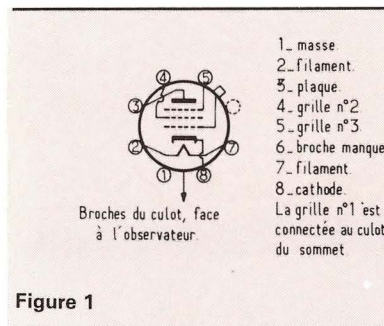
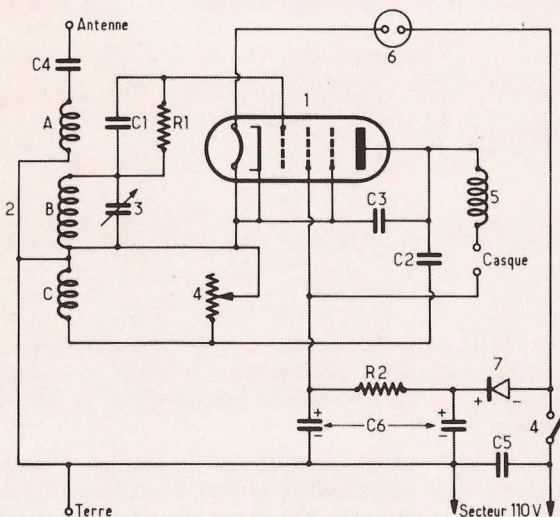

Figure 1
Figure 3
Concernant l'article sur l'amplificateur STT 3000 Merlaud paru dans notre précédent numéro (320) : Il est signalé que le seul réglage à effectuer est celui des courants de repos des amplificateurs. C'est exact, mais dans le cas du kit Merlaud les circuits imprimés sont pré-réglés et donc aucun réglage n'est à effectuer si l'on achète cet ensemble en kit. Sur la fig.1, il manque une résistance de 1k Ω dans le collecteur. L'impédance des H.P. et du casque est de 8 Ω . de Q16.
— 1) **Lampe 6K7 ou 6M7.** C'est une pentode HF que l'on trouve plus communément sous boîtier métallique (6K7MG) mais qui existe aussi tout verre (6K7G). On la trouve en fonction haute fréquence ou moyenne fréquence que le récepteur soit un petit « tous-courants » ou un modèle dit « alternatif », c'est donc un tube classique, d'ailleurs toujours en vente actuellement. Il comporte un culot octal dont le brochage est indiqué par la **figure 1** (vue du dessous). Ici, dans notre montage, nous alimentons le filament d'une façon bien simple : sur le secteur, en série avec une lampe d'éclairage de 40 watts en 120/125 volts.
— 6) **Lampe d'éclairage 120/125 V, 40 W.** Ce qui est représenté là, sur la figure 1 comme sur la figure 3, c'est un socle de prise de courant destiné à recevoir la fiche d'une lampe de chevet ou de bureau. En effet il est intéressant de se servir de cette lampe, nous le répétons de 120/125 V, 40 W, pour s'éclairer.